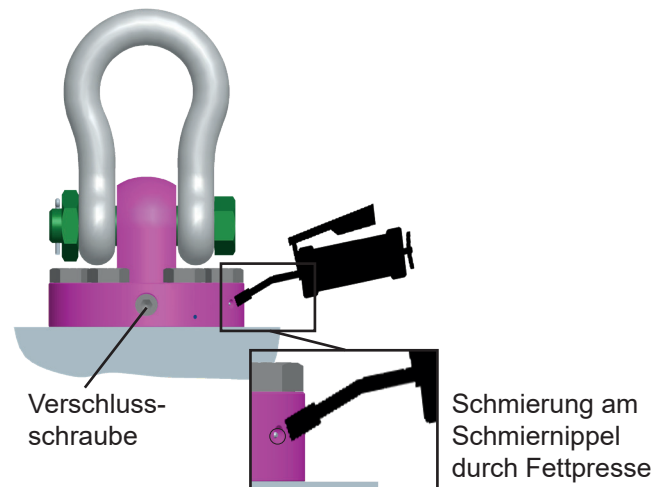

Abb. 7: Schmierung
- festen Schraubensitz der Verschlusschraube überprüfen (Abb. 7)
Verwenden Sie zur regelmäßigen Wartung und Schmierung der Lagerung des WBPg das Allzweckfett AVIALITH 2EP oder vergleichbare Fette. Verwenden Sie hierzu eine Fettpresse mit Mundstück für Kegelschmiernippel (vgl. Abb. 7).